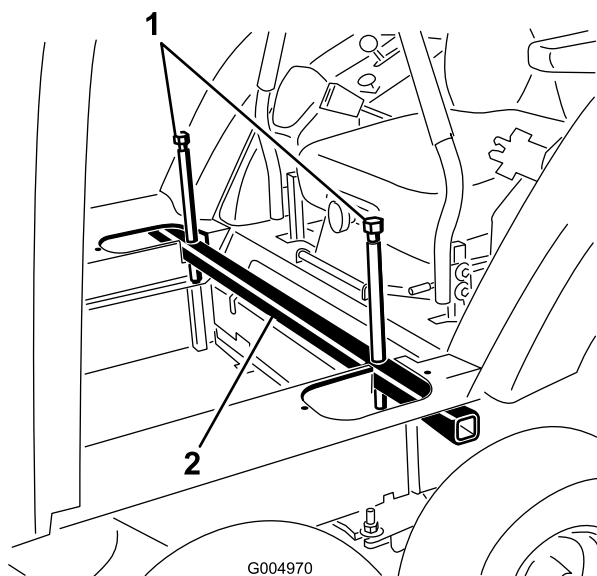

Figura 80
29. Instale o tubo do macaco da cabina nos cortes no piso da cabina (**Figura 80**).